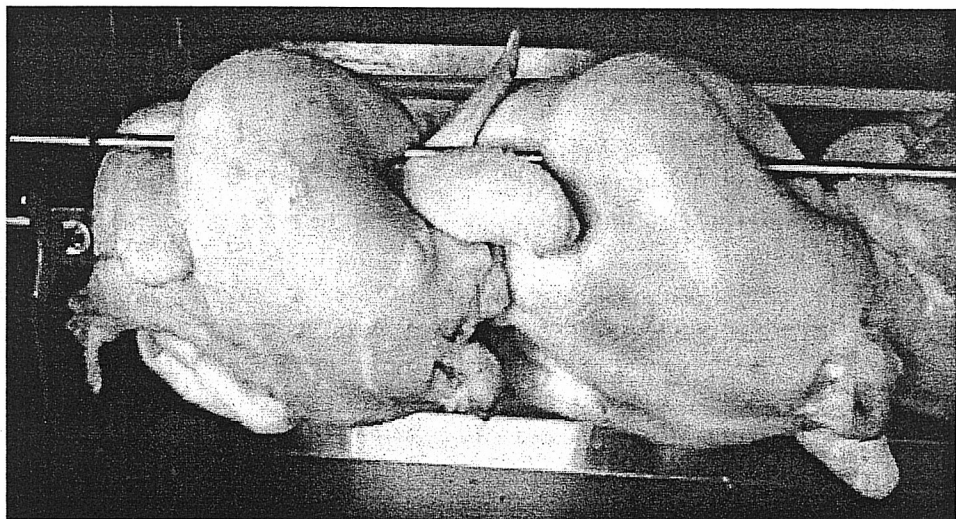

рис. 5
- 7.9. Перед началом работы, размороженные и предварительно приготовленные для жарки тушки цыплят (посоленные, поперченные, промаринованные и т.д.) насадить на шампур. При этом центральная пика шампура проходит через внутреннюю полость тушки, а внешние пики остаются снаружи. Крылья огибают внешние пики и поджимаются самой тушкой. Ножки также огибают внешние пики и заправляются за центральную. Каждая последующая тушка прижимает ножки предыдущей, а последняя тушка прижимается упорной муфтой шампура (рис. 5).